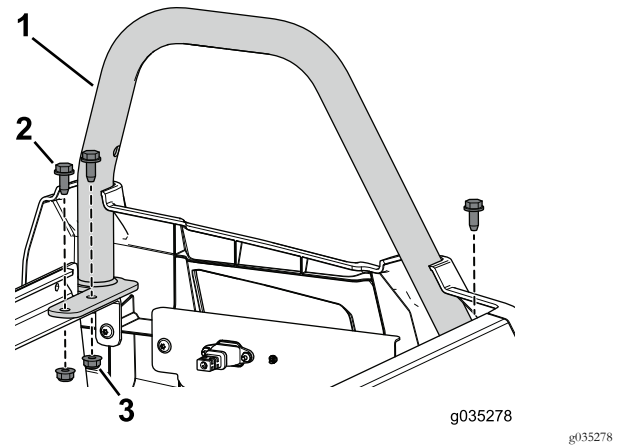

Bild 91
12. Befestigen Sie den linken hinteren Hüftgurt mit den drei vorher entfernten Bundbolzen ($\frac{3}{16}$ " x $\frac{3}{4}$ ") und Bundmutter am Sitzunterteil (Bild 91).